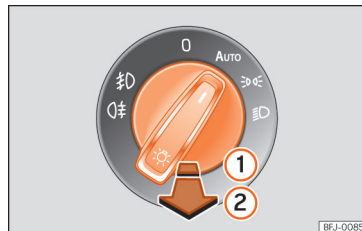

Fig. 115 Cruscotto: interruttore delle luci.
- **Accendere i fari fendinebbia* ☹:** spostare l'interruttore delle luci fino al primo arresto » fig. 115 ① dalle posizioni ☹☺ o ☹☺ oppure **AUTO**.
- **Accendere il fanale retronebbia ☺:** spostare totalmente l'interruttore delle luci ② dalla posizione ☹☺, ☹☺ oppure **AUTO**.